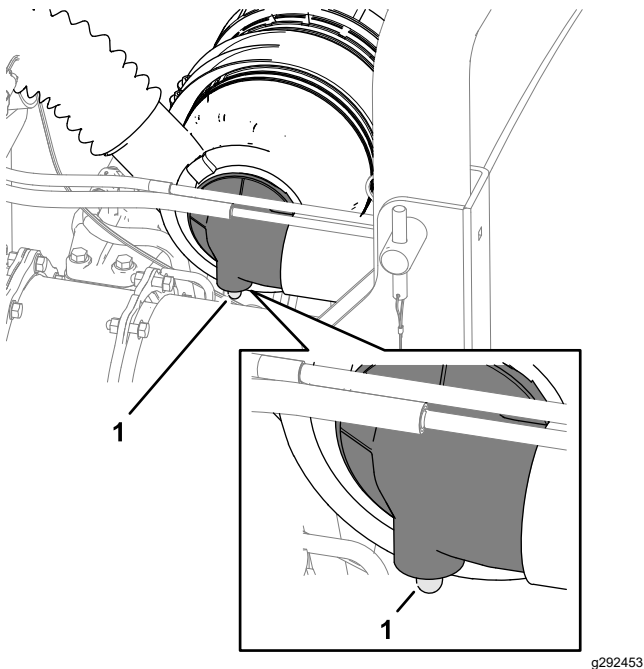

Figura 51
2. Compruebe el indicador de obstrucciones del filtro de aire (Figura 51).
**Nota:** Revise el filtro de aire primario cuando el indicador de obstrucciones del filtro (Figura 51) se ve rojo. Los cambios frecuentes del filtro aumentan la posibilidad de que entre suciedad en el motor al retirar el filtro.